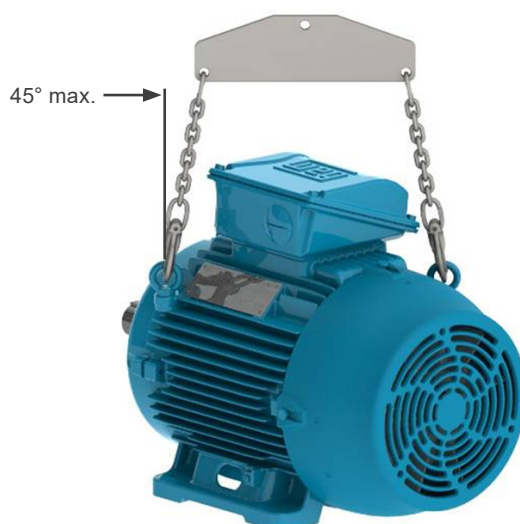

Figura 4.4: Ângulo máximo resultante para motores com dois ou mais olhais de içamento
- Motores com olhais verticais, conforme Figura 4.4 na página 187, o ângulo máximo resultante deve ser de 45° em relação ao eixo vertical. Recomenda-se a utilização de uma barra separadora (spreader beam), para manter o elemento de içamento (corrente ou cabo) no eixo vertical e evitando danos à superfície do motor.